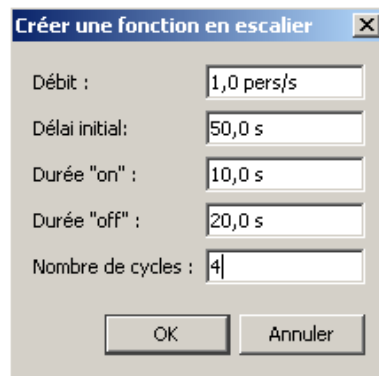
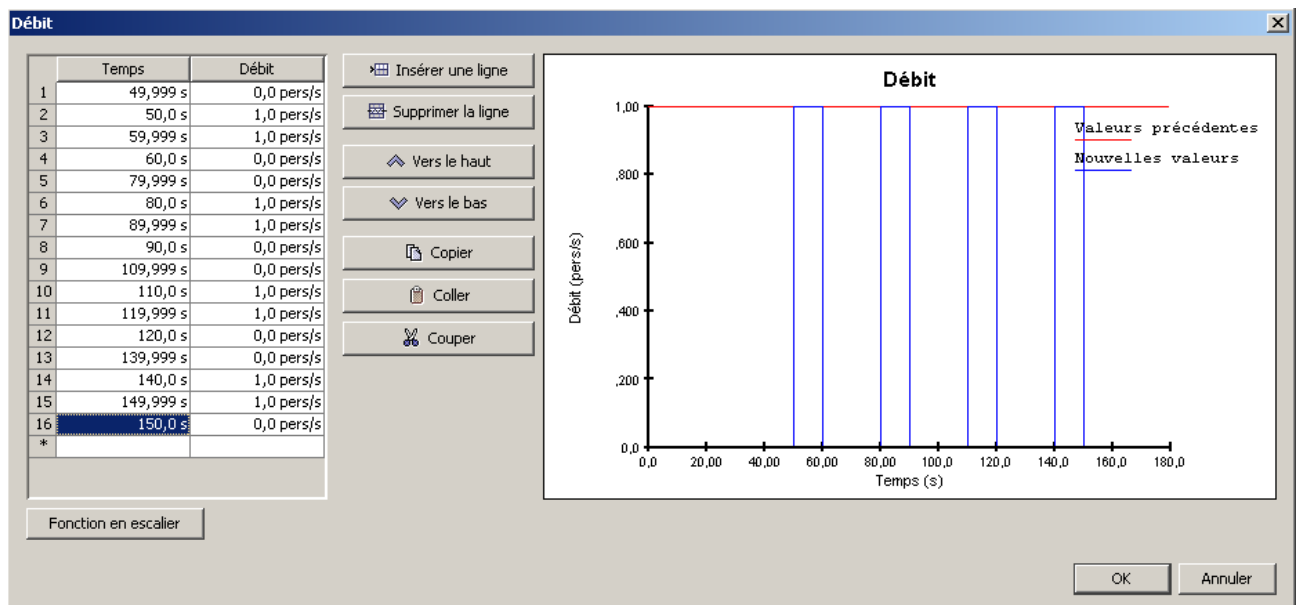

Figure 5.28: Dialogue Créer une fonction en escalier
Figure 5.29: Editeur des débits pour l'arrivée d'occupants
- **Débit** : débit auquel les occupants doivent arriver, en nombre de personnes par seconde. Le débit peut être constant, décrit par une fonction dans un tableau ou selon un planning plus ou moins aléatoire. L'éditeur du tableau est présenté dans la figure 5.29 plus loin. L'éditeur peut s'employer pour construire automatiquement une fonction périodique en escalier. Pour cela, cliquez sur le bouton **Fonction en escalier**. Le dialogue pour décrire la fonction est présenté dans la figure 5.28, avec les données pour générer la fonction montrée en figure 5.29. Les paramètres pour décrire la fonction sont les suivants :